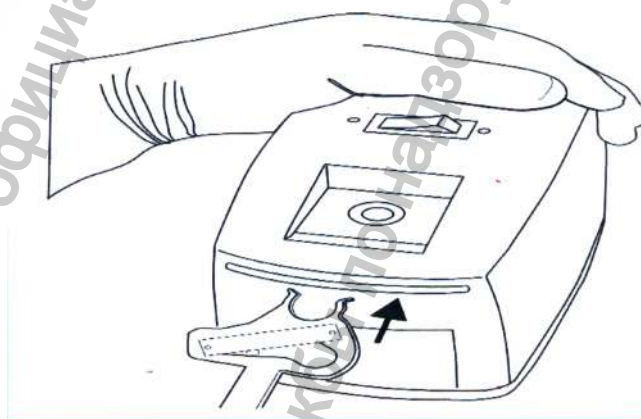

Рис.6.
8. Вставьте новую Сменную гильотину для деструктора игл и шприцев через отверстие, как показано на рис. 6.